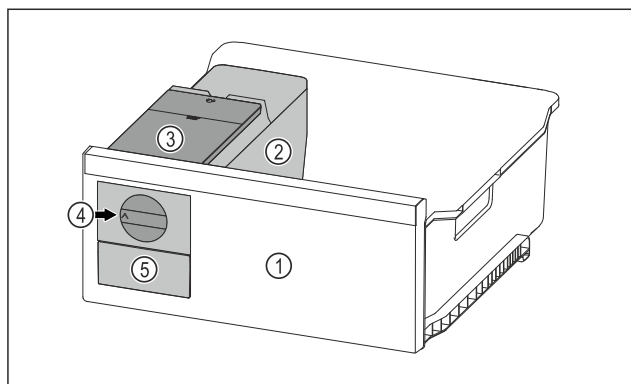

Fig. 148 Représentation à titre d'exemple
- Tourner le bouton rotatif *Fig. 148 (4)* dans le sens horaire jusqu'à la butée.
- Les glaçons tombent du bac à glaçons dans le tiroir à glaçons *Fig. 148 (5)*.